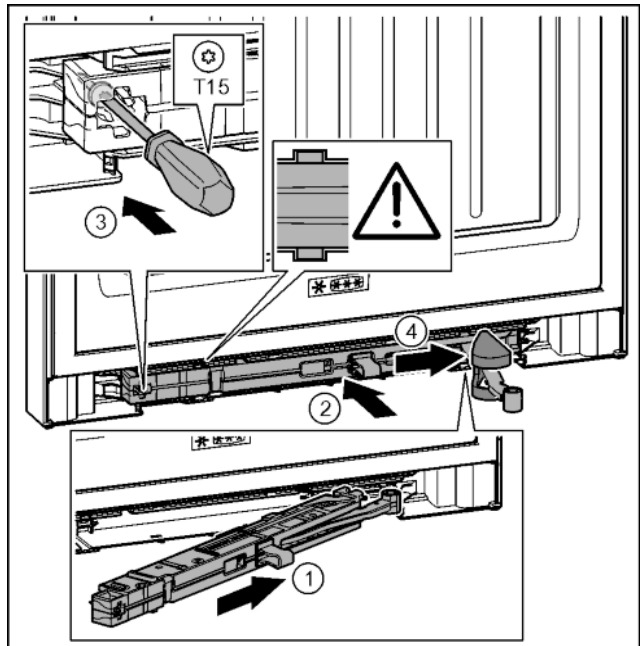

Fig. 39
- ▶ Jednotku tlmiača uzatvárania zasuňte na strane ložiskovej konzoly až na doraz šikmo do vybrania. *Fig. 39 (1)*
- ▶ Jednotku tlmiača uzatvárania zasuňte úplne do vybrania. *Fig. 39 (2)*
- ▶ Skrutkovačom T15 pevne zaskrutkujte skrutku. *Fig. 39 (3)*
- ▶ Na kĺb nasuňte kryt. *Fig. 39 (4)*